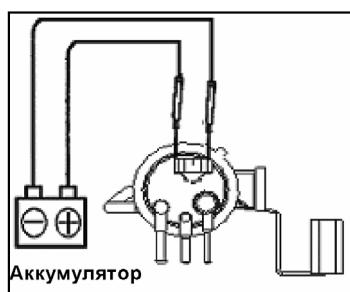

Рис. 91
(1) Запитайте топливный насос от аккумулятора, подсоединив электрические разъемы насоса к аккумулятору (Рис.91).